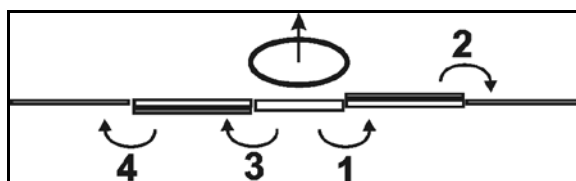

図 76
ブームの展開時には、図 76 による順序を守ってください。折り畳みは逆の順序で行います。
2. 右側のサイドアームを展開します (図 76/1,2)。
3. 左側のサイドアームを展開します (図 76/3,4)。